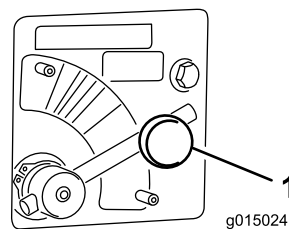

Figura 44
1. Desaperte o manipulador que prende a alavanca da válvula do rotor (Figura 44).
2. Rode a alavanca da válvula do rotor (Figura 44) para a cor desejada (amarelo, neste exemplo).
1. Mova a alavanca da válvula do rotor para a secção **Azul** (MAX SPEED) (Figura 44). A alavanca, quando totalmente rodada, deve estar na horizontal.